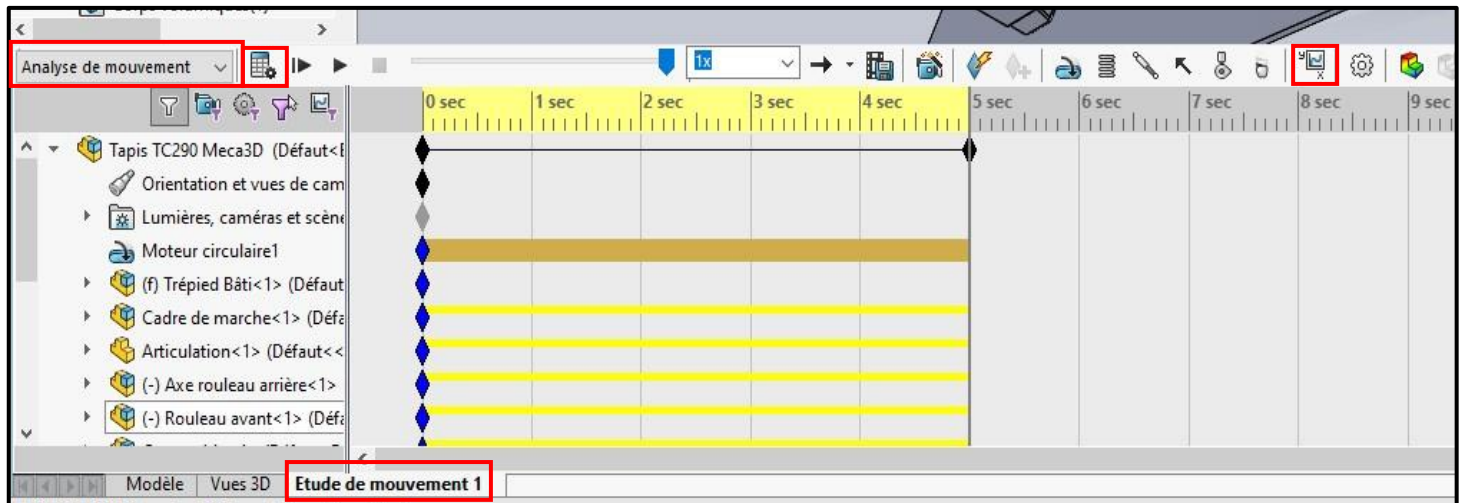

Figure 5 : paramétrage de la simulation
- Cliquer sur l'onglet Etude de mouvement (voir figure 5)
- Vérifier que l'étude est bien en analyse de mouvement (voir figure 5)